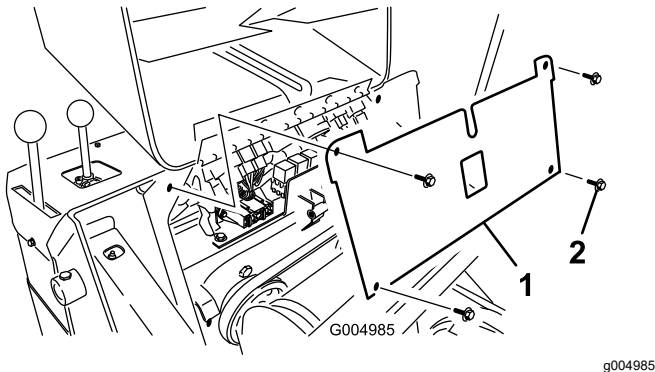

図 42
5. ヒューズパネルを固定しているねじ4本を外し、パネルを上方に引き出して外す **図 42**。